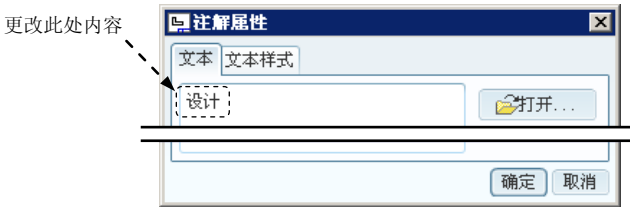

图 6.3.14 “注解属性”对话框
Step2. 双击单元格，弹出“注解属性”对话框，如图 6.3.14 所示。